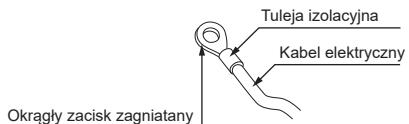

Fig. 6-2
- Umieść izolowaną część kabla zasilania i kabla połączeniowego jednostki wewnętrznej/zewnętrznej w skrzynce elektrycznej. W zacisku podłączania jednostki wewnętrznej-zewnętrznej oraz w opcjonalnym zestawie zacisków zasilania należy użyć okrągłych zacisków zagniatanych. [Fig. 6-2]